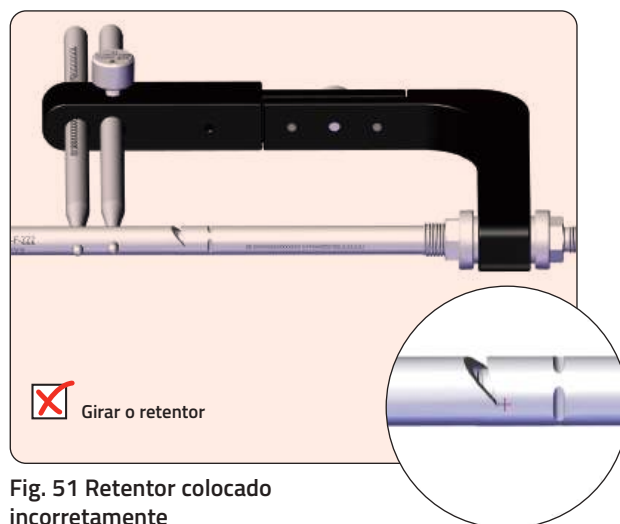

Fig. 51 Retentor colocado incorretamente
1. A inscrição "THIS SIDE UP" (ESTE LADO PARA CIMA) no retentor não está voltada para cima e a conexão entre o conjunto do guia de broca e o Fitbone está frouxa. (Fig. 51)